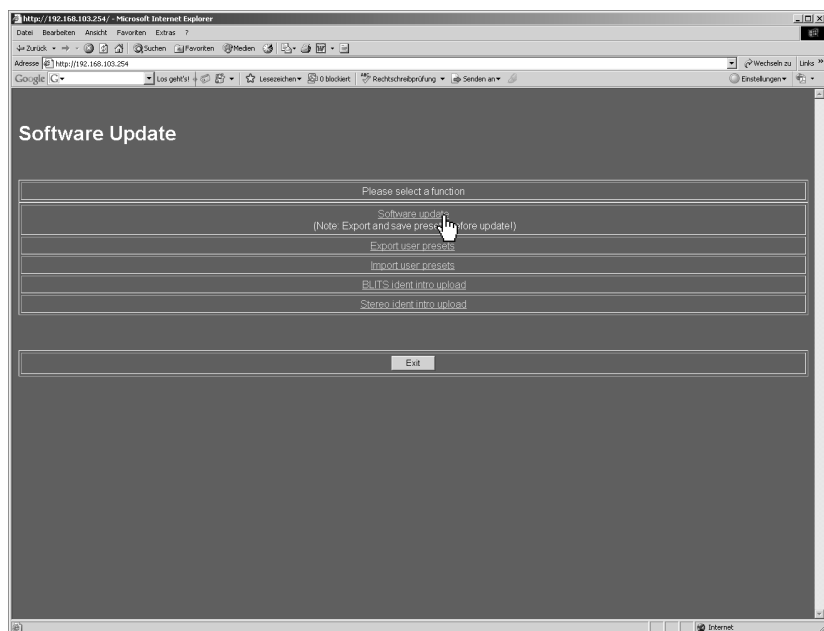

Bild 8-2: Anzeige des Software-Update-Programms in einem Internet-Browser
2. Im Browser-Fenster erscheint das Software-Update-Programm des SurroundMonitor (siehe Bild 8-2). Wählen Sie „Software update“.